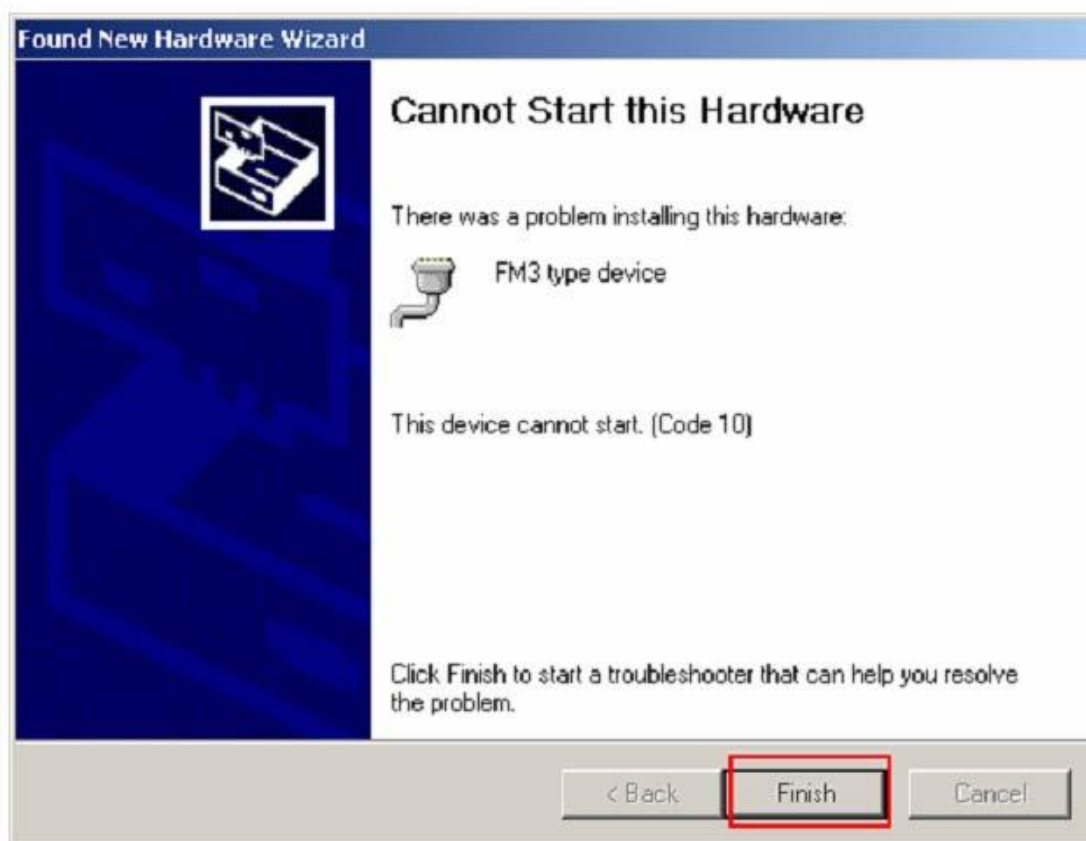

Рис. 6.2.3.5 Установка драйвера.
- 7) Выберите «Включить» (Рис. 6.2.3.7).
- 8) Теперь драйвер полностью установлен и готов к использованию (Рис. 6.2.3.8).